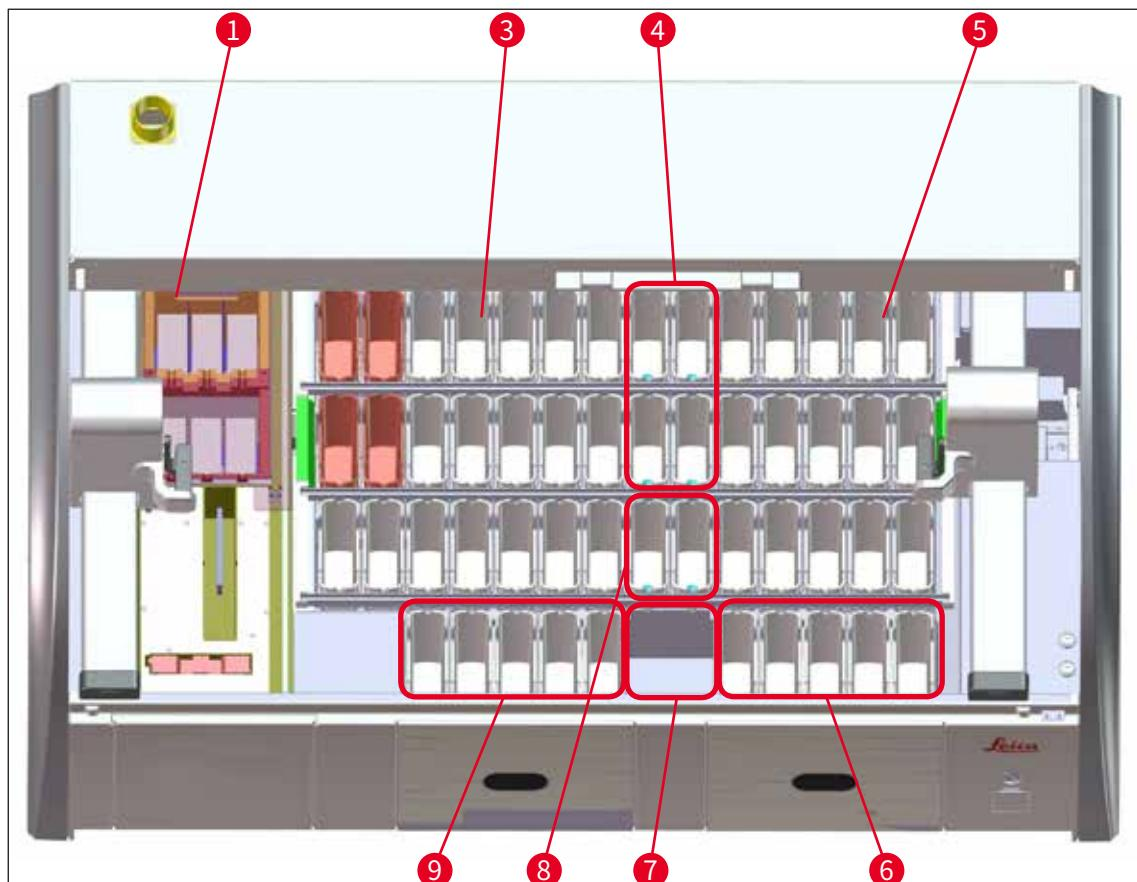

图 65
- 复制的站点必须位于容器区域的相同侧 (→ “图 40”) (→ “图 65”), 否则无法保存容器区的调节。
- (→ “图 65”) 给出了容器区域中各站点的总览。